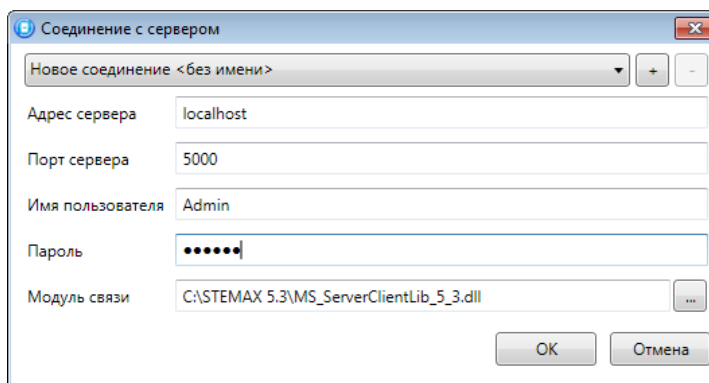

Рис. 6.5. Подключение к серверу STEMAX
**Шаг 1:** установите подключение к серверу STEMAX. Для этого в меню *Файл* выберите *Подключиться к серверу STEMAX* или нажмите кнопку . В открывшемся окне *Соединение с сервером* (Рис. 6.5) введите данные в соответствии с таблицей (Таблица 7) и нажмите кнопку *OK*.